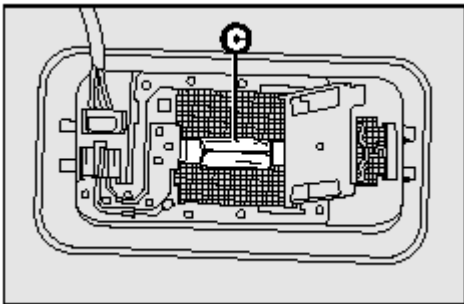

рис. 43
- Замените лампу **С** – **рис.43** для этого надо ее извлечь из боковых контактов, установите новую лампу и убедитесь, что новая лампа надежно зафиксировалась в контактах;